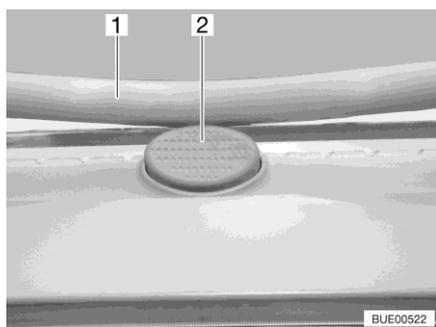

Fig. 80 Bouton de sécurité (lanterneau Heki)
- Appuyer sur le bouton de sécurité (Fig. 80,2) et tirer l'étrier (Fig. 80,1) vers le bas avec les deux mains.
- Pousser l'étrier vers le haut avec les deux mains jusqu'à ce que ce dernier se trouve au-dessus du bouton de sécurité (Fig. 80,2).